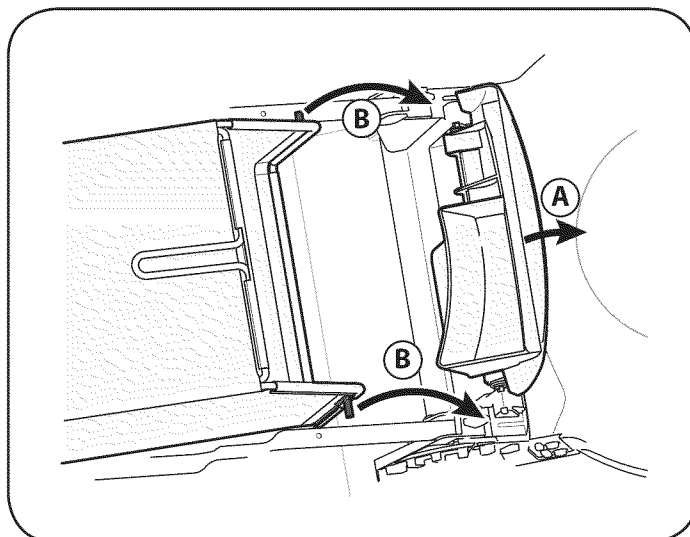

Figura 8
- B. Lugar de colección de césped en las ranuras en el mango entre corchetes como se muestra en la figura 8. Suelte la puerta de descarga de modo que descansa sobre el colector de césped.